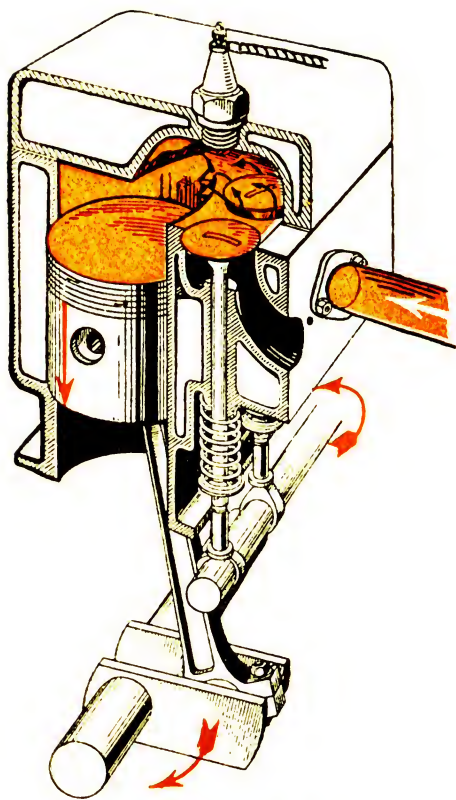
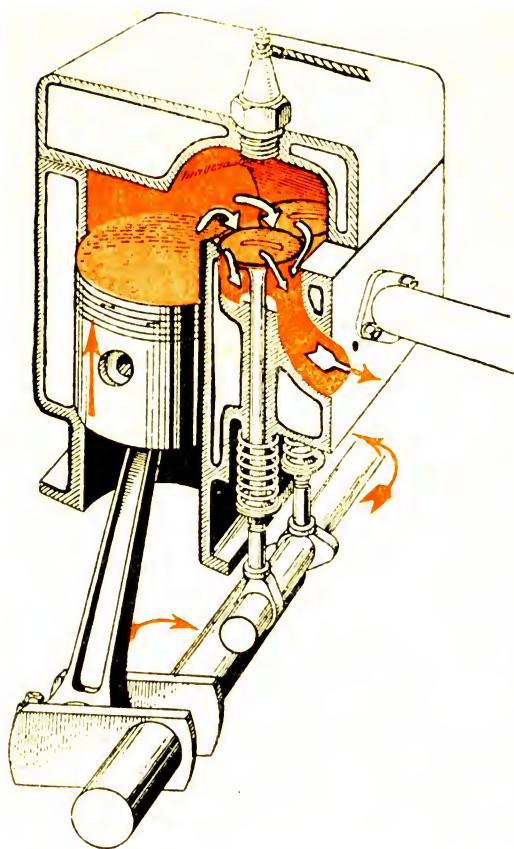
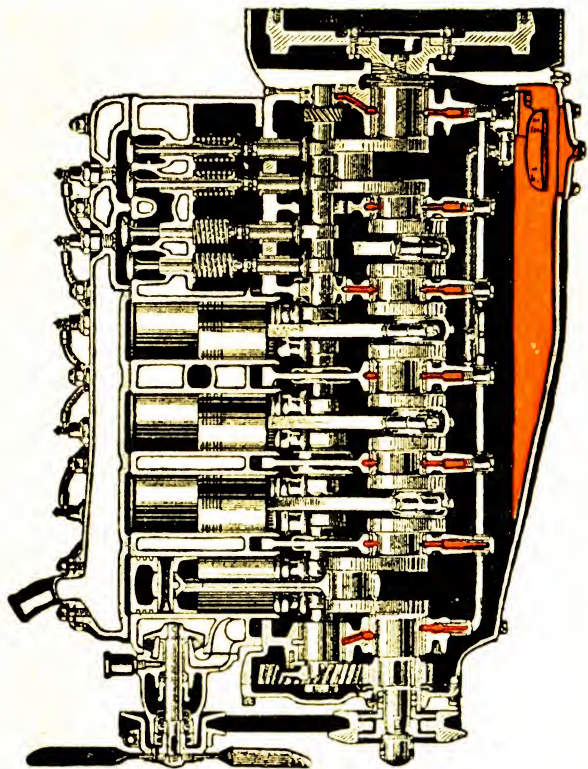

Рис. 3. Внешний сув.
Рис. 7. Сув-вихлищний.
Рис. 8. Шестипіліндровий радіальний рушій.
Складові частини, конструкція і спосіб праці чотирохсувного рушія Отта з'ображені на рис. 3 до 8.
Підставою є **блок циліндрів** або вальців (рис. 8) прикритий згори **головою**, а знизу — **картером**. В циліндрах чи вальцях, цєбто докладно шліфованих отворах уміщений є **толок** в формі оберненого догори дном горшка, що може рухатися вгору і вниз. В толоці закріплений, при помочі **пальця толокового**, **хитун** або гонок. Другий кінець хитуна, закріплений оборотово на коліні **валу колінчасто-**
го чи корбового, що може обертатися в **ложах** прикріплених до блоку циліндрів. Таким чином, хитун переносить посувний рух толока на колінчастий вал або навпаки. Ложа мають **панівки** вилляні білим металем (композицією) для охорони чопів. Коли коліно валу займе горішнє пряме (вертикальне) положення, то толоч знайдеться в горішньому скрайньому положенні, яке зветься **горішнім мертвим положенням**. По обороті коліна о 180° в низ, толоч займе **долішнє мертве положення**. Рух толока з горішнього мертвого положення в долишнє або навпаки — звемо одним **сувом** або **тантом**. Рушій **чотирисувний** або **чотиротактний** виконує один перебіг праці, що стало повторяється, в чотирьох сувах чи тактах. Паливо в формі розпорошеної в повітря бензини входить до циліндра **всисним отвором**, який відчиняє і зачиняє **всисний хлипак** (рис. 3). Запалює суміш повітря з бензиною електрична іскра, що повстає в **запаловій свічці**. Свічка є викручена в голові мотору і входить до так званого компресійного простору між толоком і головою мотору. Гази спалення виходять **вихлипним отвором** (гляди рис. 7), що відчиняється і зачиняється **вихлипним хлипаком**. Кожний циліндер (валець) має 2 хлипаки: всисний і вихлипний, що рухаються від **кулачкового вална**. Кулачковий валок одержує потіг від колінчастого валу через пару зубчастих коліс (гл. рис. 8). Циліндер і голова мають подвійні стінки, поміж якими пропливає вода, що холодить мотор, якщо він не холодиться повітрям.
1. **Сув всисний**. Толоч знаходиться в горішньому мертвому положенню, всисний хлипак саме відкрився. Обертаємо колінчастий вал (напр. при допоміж корби) вправо. Толоч рухається вниз і засисає через всисний провід і хлипак суміш (рис. 3). Толоч осягає долишнє мертве положення і всисний хлипак зачиняється.
4. **Сує вихлипний.** Силою розгону вал обертається дальше, толок рухається вгору (рис. 7) і викидає через відкритий вихлипний отвір газу спалення. В поблизу горішнього мертвого положення відкривається хлипак всисний і закривається вихлипний і, по переході мертвого положення, починається слідуючий перебіг праці.
(гл. рис. 3 до 8).